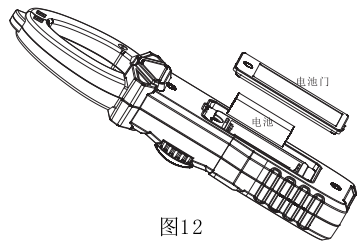

图12
十一、仪表保养及维护(图12)
1. 本产品的电源为2节AAA 电池，仪表如出现以下情况，请按图12所示更换电池。